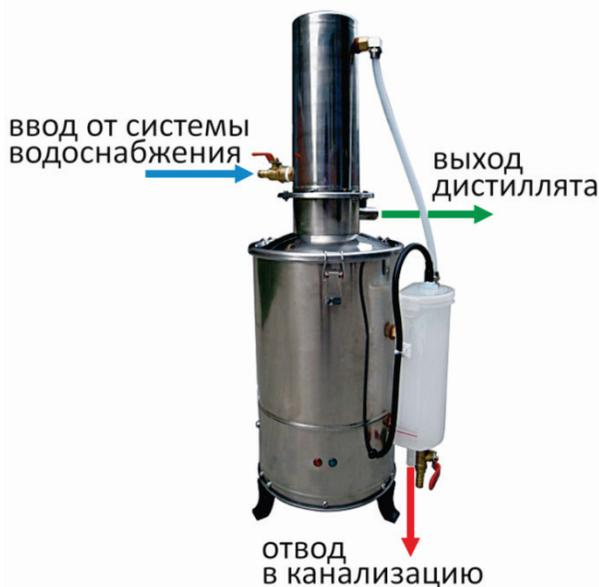

Рисунок 3 – Схема подключения дистиллятора
- 7.3. С помощью шлангов соответствующего диаметра подключите дистиллятор к системам водоснабжения, водоотведения и сбора дистиллята в соответствии со схемой подключения (Рисунок 3).